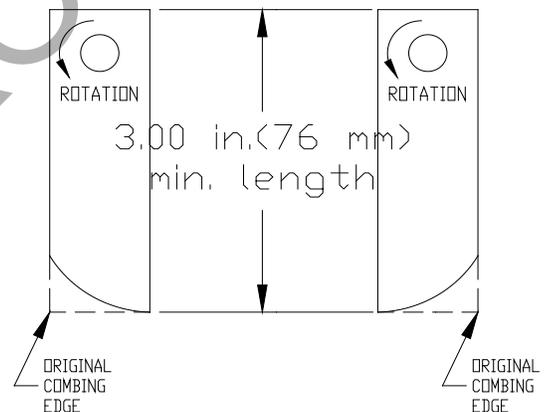

Abb. 4
4. Untersuchen Sie die Messer auf Verschleiß. Messen Sie die Gesamtlänge des Messers (siehe Abb. 4).